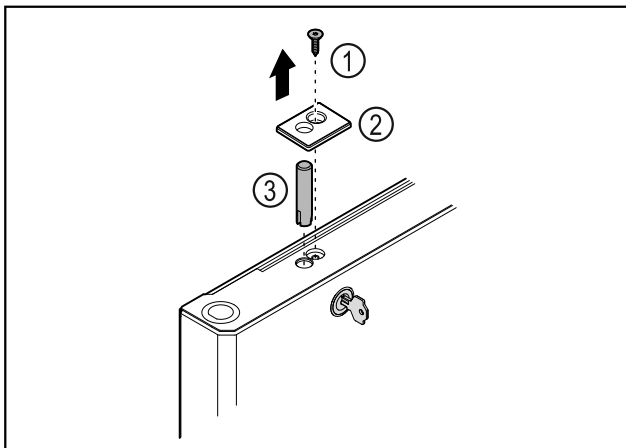

Fig. 38
- Schraube Fig. 38 (1) entfernen.
- Abdeckung Fig. 38 (2) mit einem kleinen Schraubendreher austrasten und abnehmen.
- Schlossbolzen Fig. 38 (3) herausziehen.